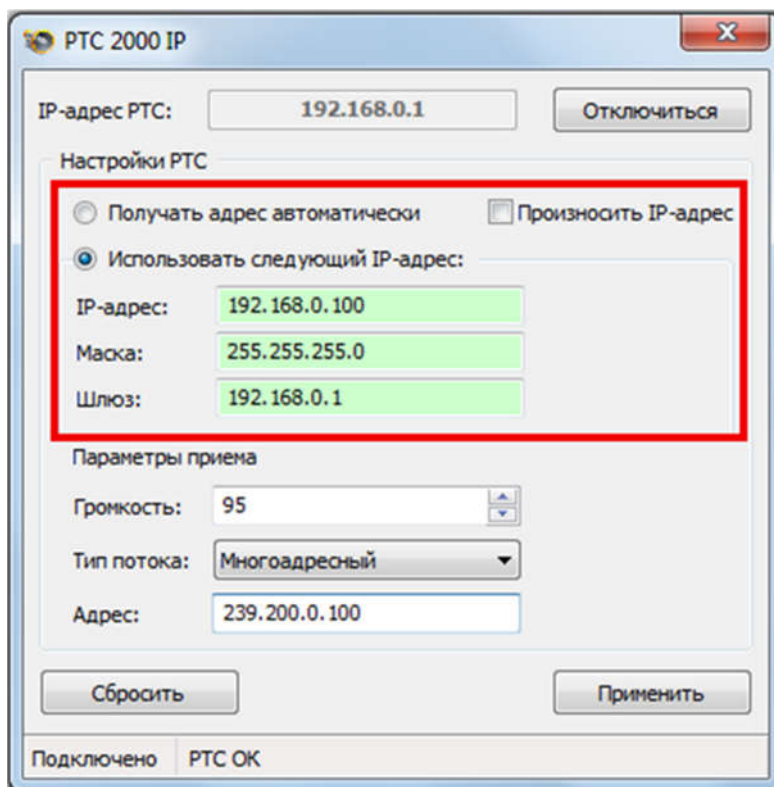

Рисунок 3.3 Настройка сетевых параметров устройства PTC 2000 ОК
3.1.3.7 Назначают IP ресиверу статический IP-адрес. Для этого в поле НАСТРОЙКИ PTC введите желаемый IP адрес устройства, маску подсети и адрес основного шлюза (если требуется). Пример рис. 3.3